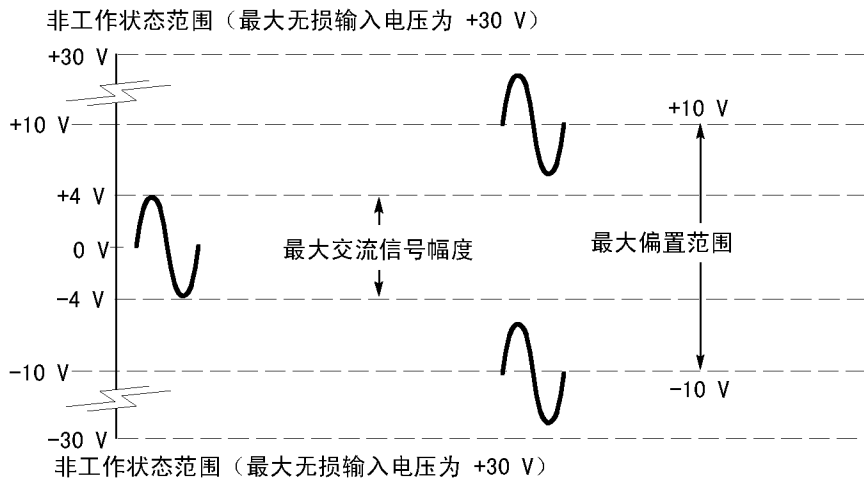

图 1: 动态限制和偏置限制
探头可防止静电。但是，施加高于其设计极限的电压可能会损坏探头端部放大器。（见图1第14页）
可调整探头偏置使操作在探头线性范围内执行，同时增加较高直流测量电压情况下探头的灵敏度。使用偏置替代直流信号分量可获得最佳探头性能。（见图1第14页）
**说明：** 探头偏置范围为  $\pm 10\text{ V}$ 。线性工作范围为  $\pm 4\text{ V}$ 。（见图1第14页）如果在示波器上使用光标，零点参考将位于探头偏置电压位置。如果调节探头偏置时没有信号施加到探头输入端，则输出范围是  $\pm 4\text{ V}$ （探头的线性工作范围），而不是探头的  $\pm 10\text{ V}$  偏置范围。但是如果在探头输入端施加  $\pm 10\text{ V}$  电压，则探头的偏置控制便可以将偏置归零。